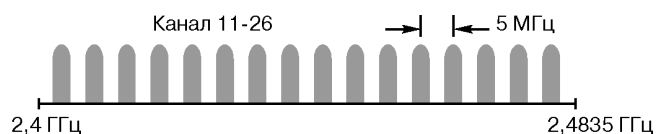

Рис. 1.
- диапазон частот IMS 2,4 ГГц, разделенный на 16 радиоканалов (см.рис. 1);